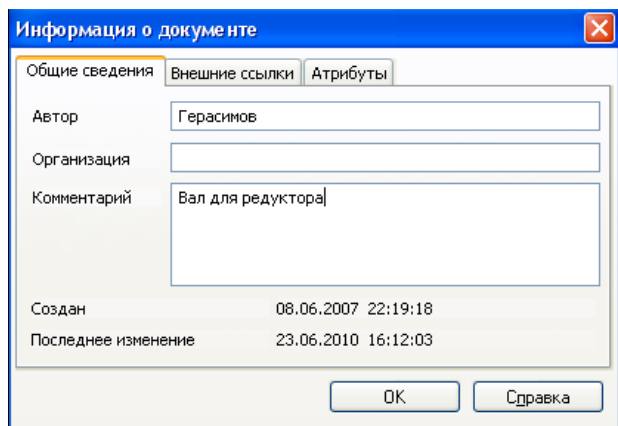

Рис. 1.11. Диалоговое окно
- ◆ в диалоговом окне **Укажите имя файла для записи** нажмите кнопку **Сохранить**. На экране при первом сохранении появится новое диалоговое окно, **Информация о документе** (рис. 1.11), в котором в текстовое поле **Автор** можно ввести имя автора, а в текстовое поле **Комментарий** — необходимый комментарий. В диалоговом окне **Укажите имя файла для записи** будет зафиксировано время создания документа;